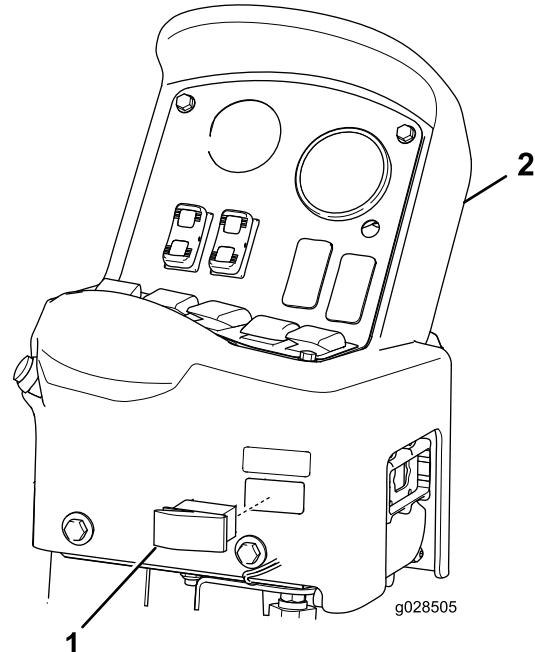

図 11
3. コンソールコントロールの取り付け穴にロッカースイッチを取り付ける。パチンとはまるまでスイッチを押し込むこと 図 11。
1. コントロールコンソールの右下部分にあるキー スイッチを外す 図 11。